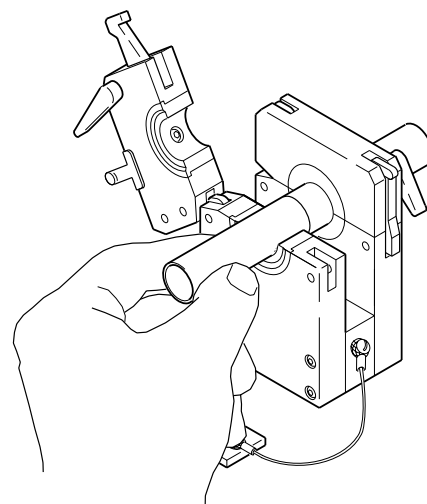

図 16：2つ目の溶接物をセットする
5. 2つ目の溶接物を最初の溶接物に突き合わせてから、上部サイド・プレートを開じて固定します。図 16 をご参照ください。